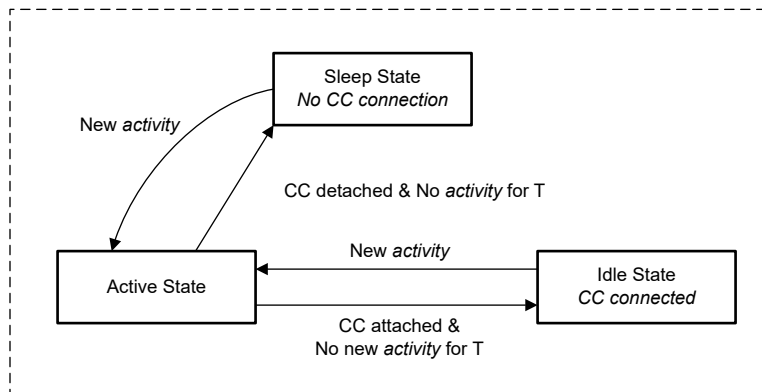

図 8-38. 電力状態のフロー図
TPS26741-Q1 は、以下の 4 つの異なる電源状態のいずれかで動作します。アクティブ、アイドル、スリープ、シャットダウン。表 8-9 に、各状態で使用できる機能の概要を示します。デバイスは、アクティブで必要な回路に基づいて電力状態間を自動的に遷移します。図 8-38 を参照してください。スリープ状態では、TPS26741-Q1 は Type-C 接続またはアクティブ状態への移行を必要とする他のアクティビティを検出します (液体検出アクション)。アクティブ モードからアイドル モードに移行するには、以下のアクティビティがない期間 (T) が必要です。